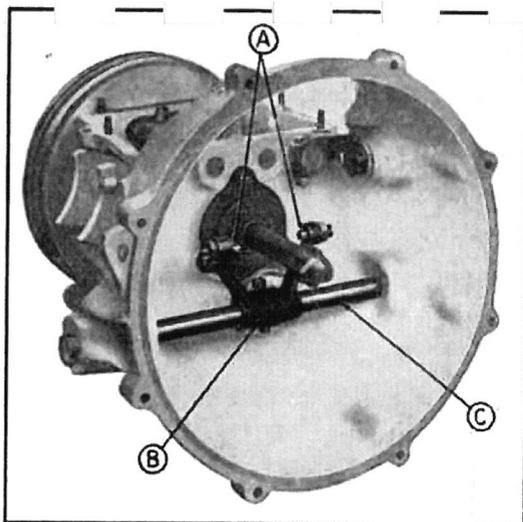

Fig. 117 — Commande du débrayage.
Débloquer les contre-écrous des touches (A) de la fourchette de débrayage (B) (fig. 117) et dévisser les touches à l'aide d'un tournevis coudé.